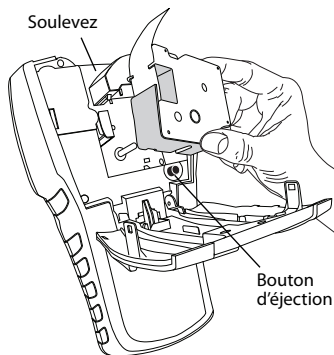

Figure 4
1. Soulevez le couvercle de la cassette d'étiquettes afin d'ouvrir le compartiment à cassette. Voir Figure 4.